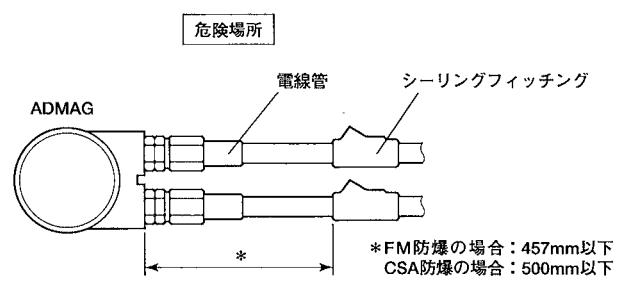

図12.2.1 配線
- 危険場所では、配線は図12.2.1のように電線管中に布設してください。